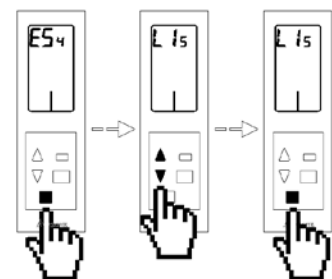

Fig. 101
- **Liberar una salida de control:** Si desea liberar un salida de control que haya asociada, seleccione ésta mediante las flechas  $\Delta$ / $\nabla$  y pulse el botón de confirmación  para acceder al menú de liberar. En este menú le aparecerá por defecto la opción **SI** (5) para liberar la salida de control. En caso de no querer liberar esa zona seleccione **NO** ( $\bar{n}$ ). Una vez seleccionada la opción deseada pulse el botón de confirmación . Para salir pulse el botón salir  para volver al menú anterior. (Fig. 101)